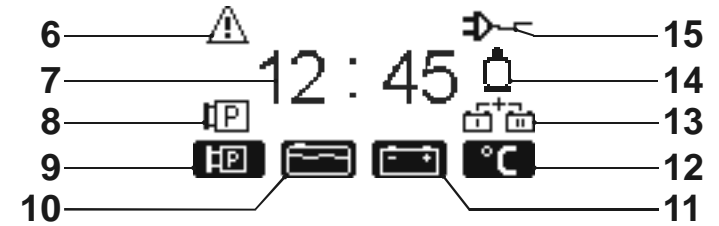

Figure 2 : Écran de veille
Une pression sur la touche (5) affichant la fonction Quitter configuration (20) permet d'enregistrer les réglages et d'appeler l'écran de veille (figure 2).
- 23 Fonction Quitter écran d'affichage des niveaux. Une pression sur la touche (5) affichant ce symbole permet de quitter l'écran d'affichage des niveaux avant que les 10 secondes ne soient écoulées et appelle l'écran de veille (figure 2).
- 27 Fonction Quitter écran d'affichage des tensions. Une pression sur la touche (5) affichant ce symbole permet de quitter l'écran d'affichage des tensions avant que les 10 secondes ne soient écoulées et appelle l'écran de veille (figure 2).
- 30 Fonction Quitter écran d'affichage des températures. Une pression sur la touche (5) affichant ce symbole permet de quitter l'écran d'affichage des températures avant que les 10 secondes ne soient écoulées et appelle l'écran de veille (figure 2).